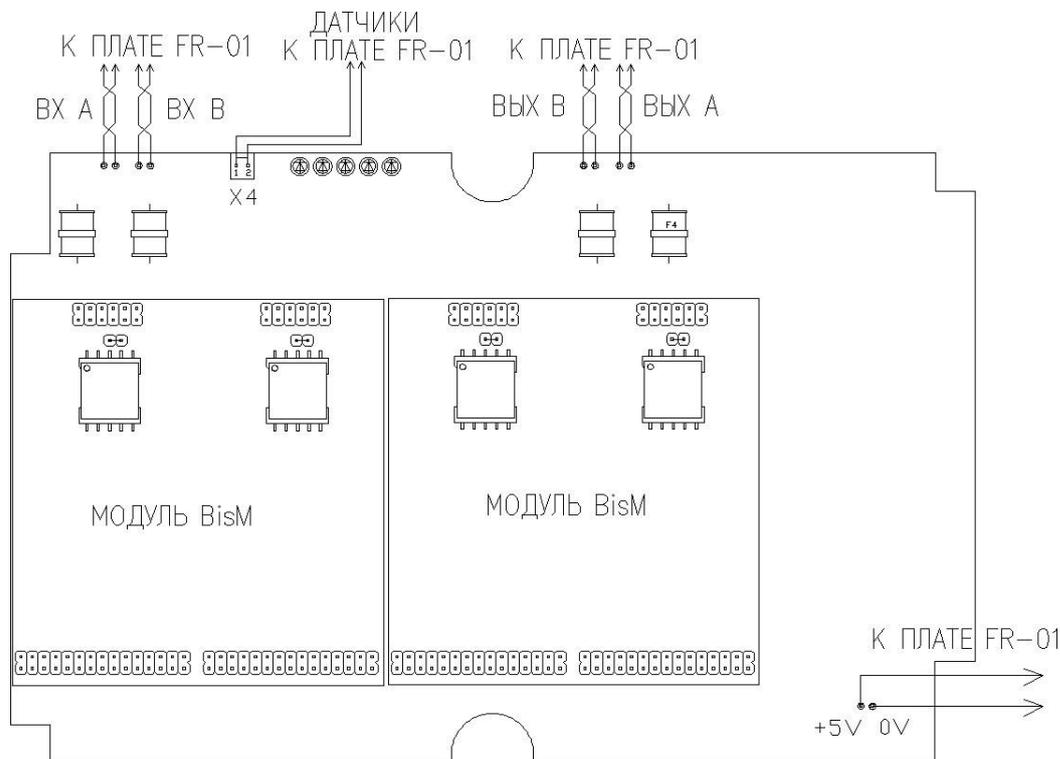

Рис. 2. Плата MBR.
- базовая плата MBR с модулями приемопередатчика NT и LT линий DSL (рис.2);
– слева по рис.2 – приемопередатчики NT, линейные цепи **Вх А** и **Вх В** которых через разделительные конденсаторы платы FR–01 и контакты внешнего 12–ти контактного разъема подключены к **входным** линиям связи А и В, уходящим в сторону модема LT;
– справа по рис.2 – приемопередатчики LT, линейные цепи **Вых В** и **Вых А** которых через разделительные конденсаторы и контакты внешнего 12–ти контактного разъема подключены к **выходным** линиям связи В и А, уходящим в сторону модема NT.